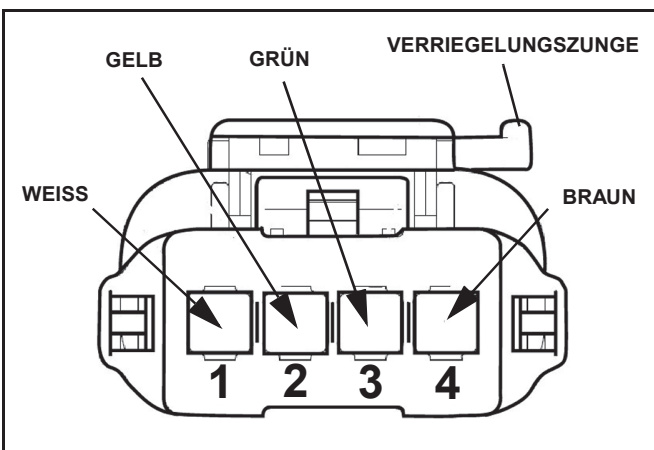

Abb. 1-8
7. Entfernen Sie die blaue Steckerstiftarretierung aus der Buchse. Drücken Sie die Steckerstifte am Ende jeder der vier Leitungen in die Rückseite der Buchse (das Ende mit der eingelassenen hellblauen Dichtung). (Siehe Abb. 1-8 für die Steckerstiftbelegung.)
8. Überprüfen Sie die Leitungsanordnung durch Anschluss des ProControl II™-Kabels. Wenn die Leitungsfarben nicht übereinstimmen, überprüfen Sie die Steckerstiftbelegung anhand von Abb. 1-8.